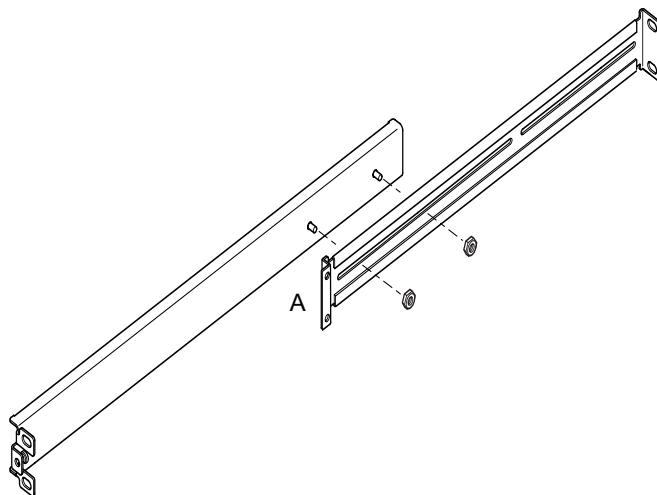

РИС. 5-3 Расположение раздвижных держателей при установке в стандартную 19-дюймовую стойку
- При установке в стандартную 19-дюймовую стойку деталь с двумя отверстиями (А) должна располагаться спереди (см. РИС. 5-3).